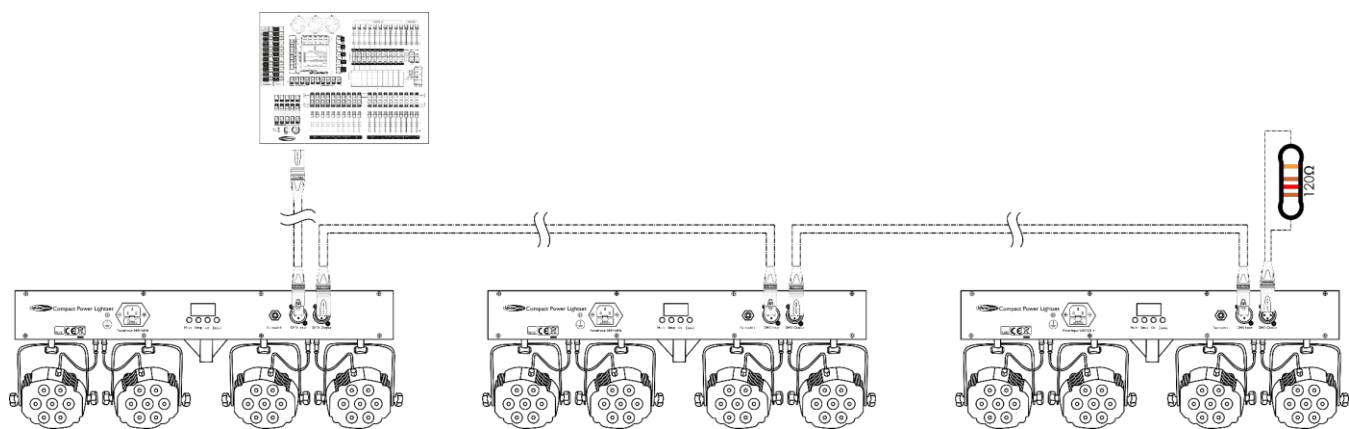

Fig. 03
- 04) Collegare le unità come indicato nella Fig. 03. Collegare un cavo di segnale DMX dall'uscita "out" del primo dispositivo DMX alla presa "in" della seconda unità. Ripetere questo processo fino a collegare la seconda e la terza unità.